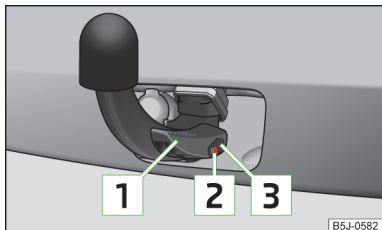

Fig. 121
- ✓ Maneta **1** se află sus de tot » fig. 121.